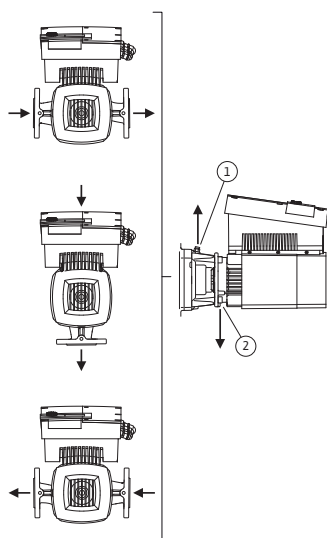

Fig. 23: Tillåtna monteringslägen med horisontell motoraxel
De tillåtna monteringslägena med horisontell motoraxel och elektronikmodul uppåt (0°) visas i fig. 23. De tillåtna monteringslägena med sidmonterad elektronikmodul ($\pm 90^\circ$) syns ej på bild. Alla monteringslägen utom "elektronikmodul nedåt" (-180°) är tillåtna. Avluftning av pumpen garanteras endast om avluftsventilen pekar uppåt (fig. 23, pos. 1).
Endast i denna position (0°) kan det kondensat som bildas föras bort via tillgängligt hål, pumplanterna och motor (fig. 23, pos. 2).